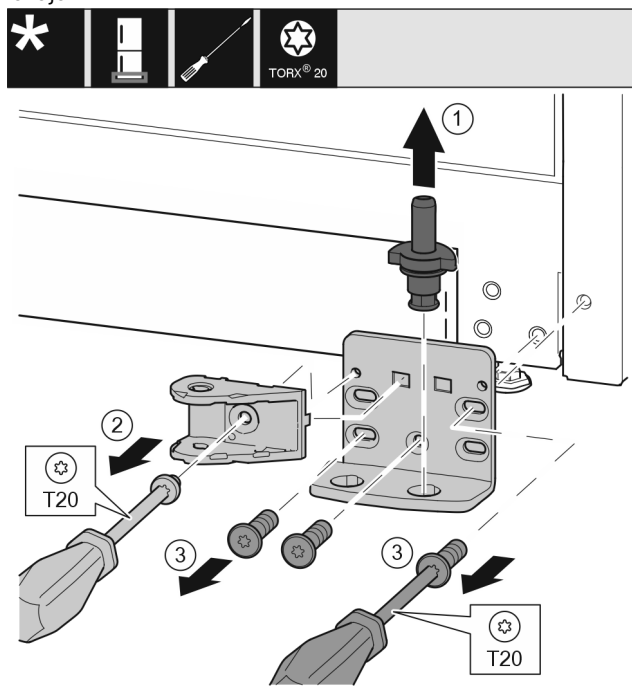

Fig. 40 *
- Izvucite svornjak ležaja Fig. 40 (1) potpuno prema gore.*
- Odvijačem odvrnite vijke Fig. 40 (2) i skinite spojni element prigušivača zatvaranja.*
- Odvijačem odvrnite vijke Fig. 40 (3) i skinite podložak ležaja.*